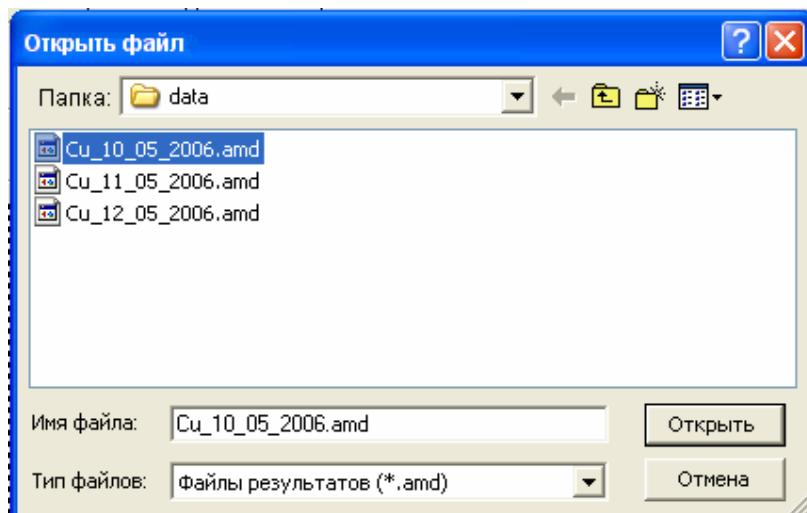

Рис. 3-6. Окно «Открыть файл»
**«Открыть» (комбинация клавиш Ctrl+O)** – этот пункт используется в том случае, если вы хотите открыть уже существующий файл измерения. Нажмите на этот пункт, появится окно «Открыть файл», выберите файл, который вы хотите открыть из списка и дважды нажмите на него или нажмите кнопку «Открыть» (рис. 3-6).